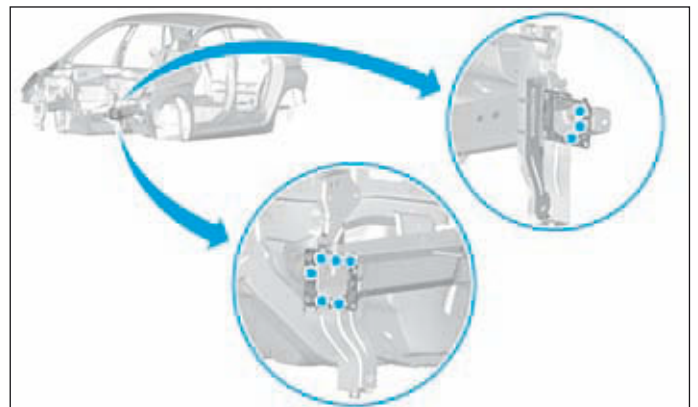

FIG.35
- Dépointer les points de soudure (Fig.35).